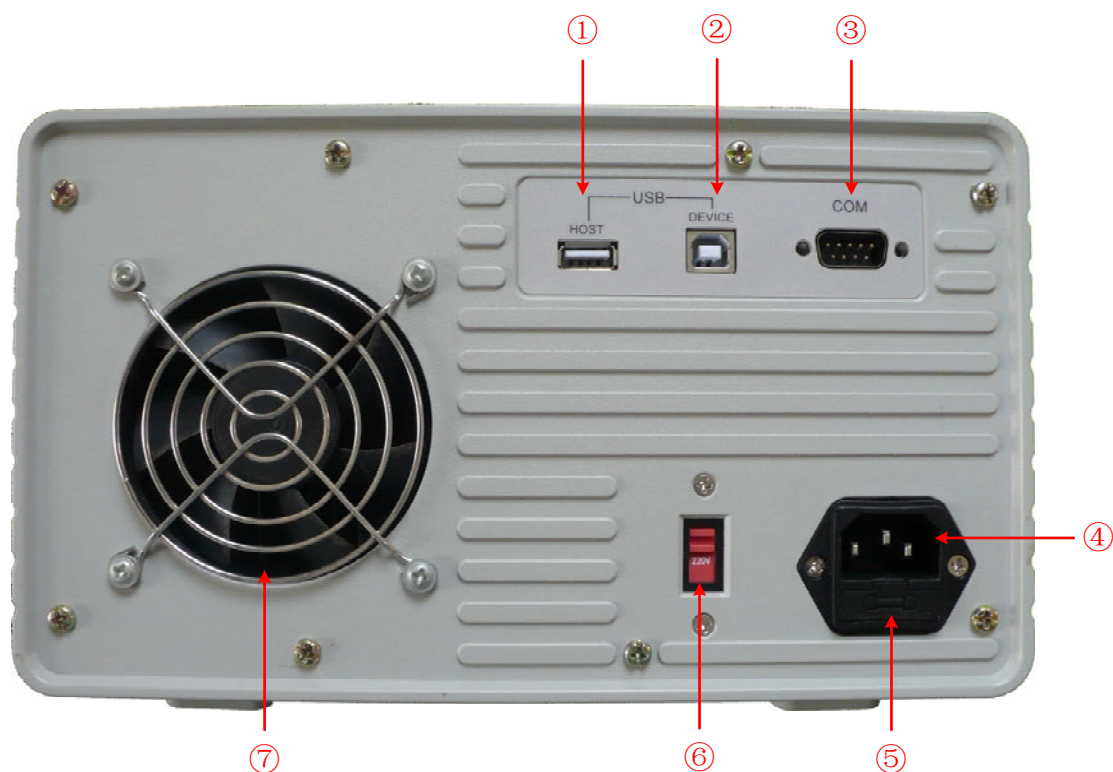

图 4-2 后面板概览
ODP系列电源可输入电压为 110V和 220V的两种交流电源。根据所在国家的电源电压标准调节仪器后面板的 **电源转换开关**（见图 4-2），并更换相应的保险丝。
- (1) 关闭仪器前面板的电源开关，拔掉电源线。
- (2) 仪器出厂内置输入电压为 250 V/F3A（供电AC 220V）时的保险丝，若与电压不匹配，使用一字螺丝刀撬开盖板（见图 4-2中的⑤），进行更换。
- (3) 调节 **电源转换开关** 至正确电压值位置。